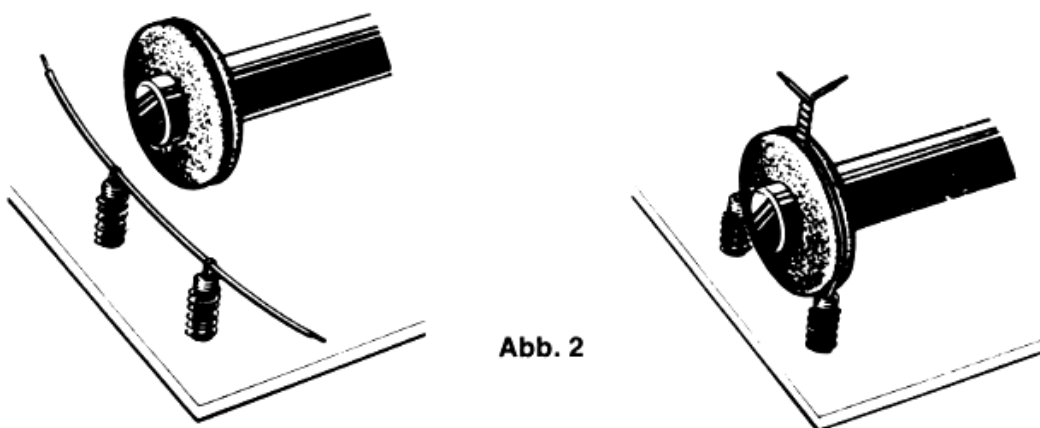

Abb. 2
2.3.2. **Mittelwellen-Antennenspule (9)**
Schiebe die Antennenspule (9) auf den Ferritstab (18), dazu je einen Gummiring (19) auf beide Seiten. Nimm zwei etwa 8 cm lange isolierte Drähte, stecke sie durch die Haarnadelfedern, an denen der Antennenstab befestigt werden soll, und drehe sie in den Einkerbungen der Gummiringe fest. Die beiden Enden der Drähte dürfen keinen Kontakt miteinander haben (Abb. 2).